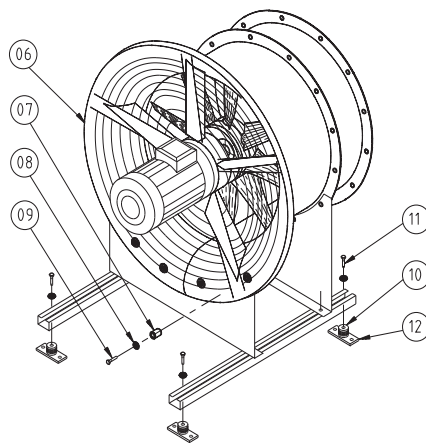

Fig. 5 Montagevoeten voor type ACP en ACG 250-1120
Monteer het ventilatorhuis in de twee uitsparingen van de montageplaten en plaats de bevestigingssteunen met bevestigingsmaterialen (pos 07, 08 en 09) tussen de inlaatconus en montagevoet (fig. 5, pos 06).
Bevestig de trillingsdempers (fig. 5, pos 10) aan de onderzijde van de steunen, d.m.v. bijgeleverde boutjes.